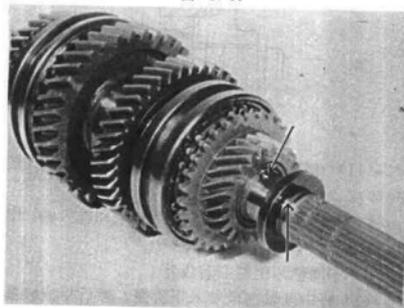

图 10-65
(8) 安装五档齿轮轴承、五档齿轮、同步器齿圈, 然后安装钢球和挡圈, 并使油道对着五档齿轮 (图 10-65)。